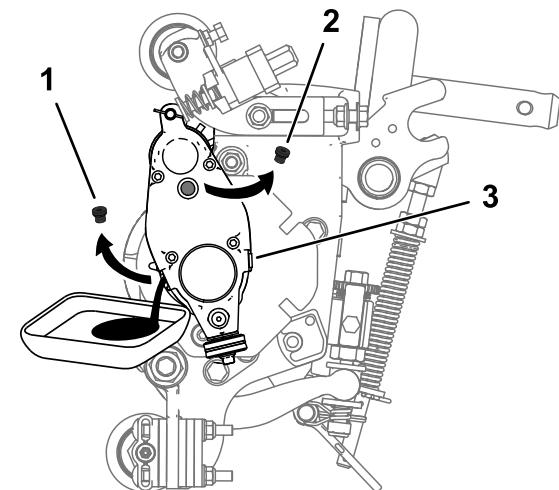

Figura 24
5. Incline la unidad de corte hacia atrás en el caballete hasta que el puerto de vaciado se encuentre en la parte inferior, para garantizar un vaciado completo (Figura 24).